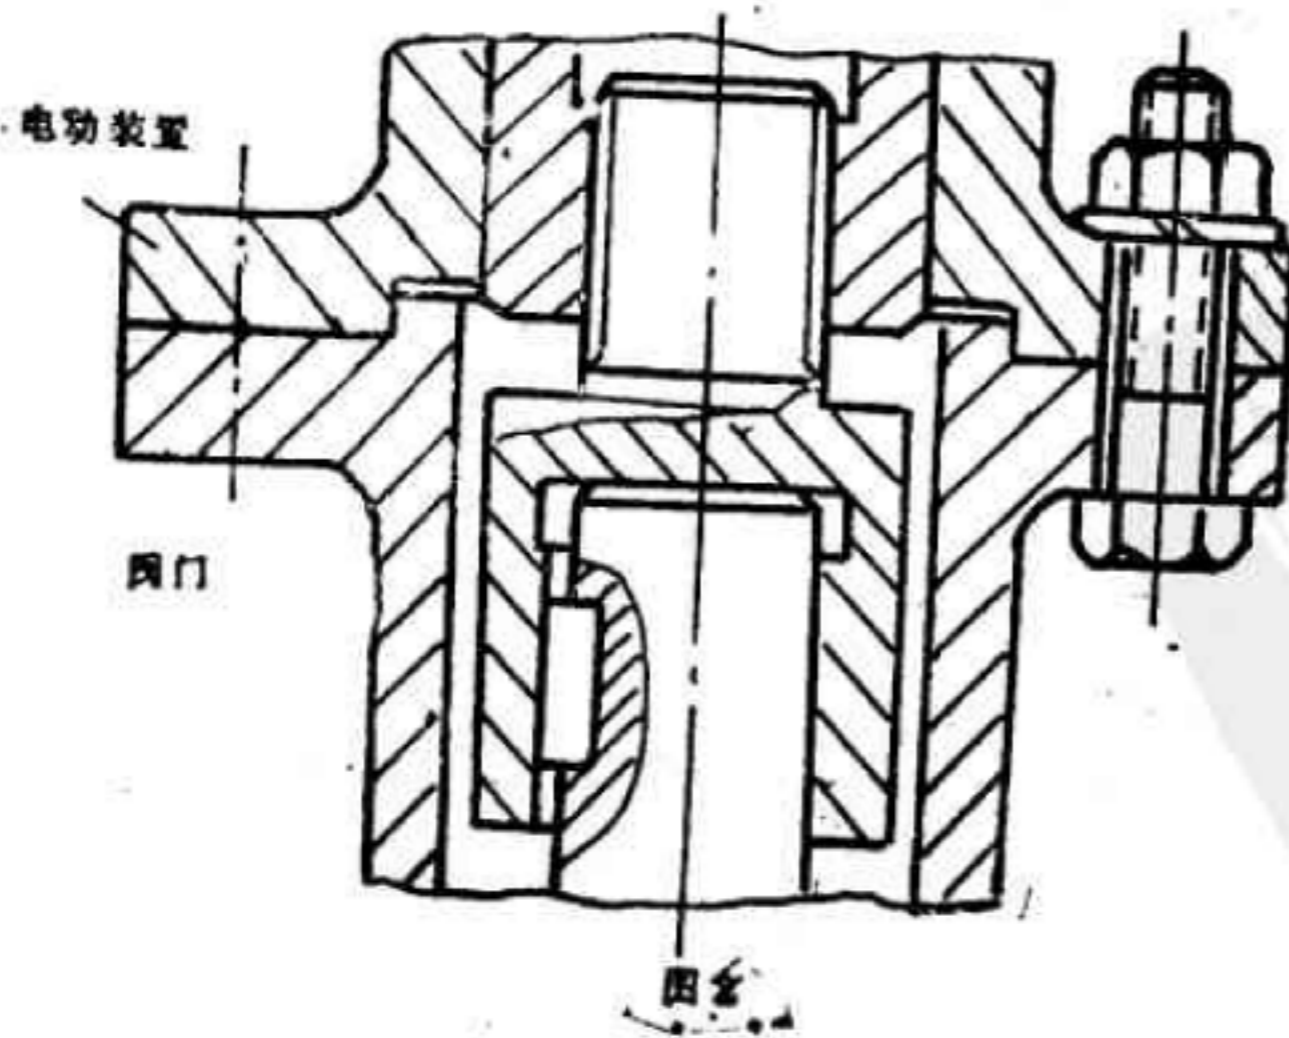

图2
6. 球阀和蝶阀用电动装置（Q型）的连接形式和尺寸应符合图2和表5的规定。
球阀和蝶阀用电动装置的安装见图2。